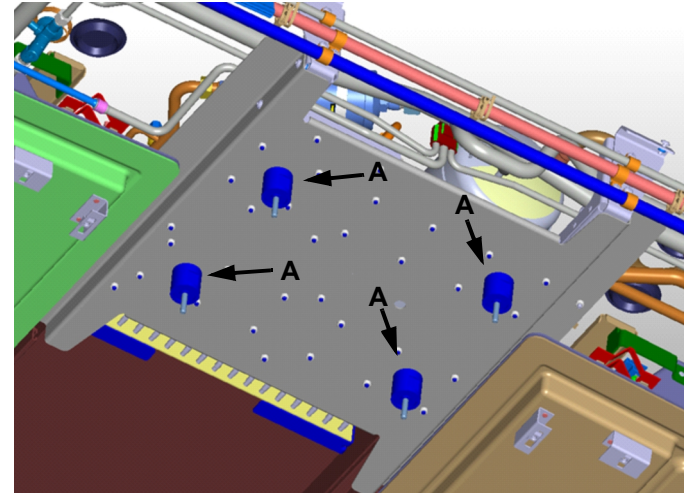

**Bild 13:**
- 3.2. Bild 13: Aufbringen der Kleberaupe auf gekennzeichneten Bereich des Daches. Kennzeichnung mit Hilfe einer Schablone aufbringen.